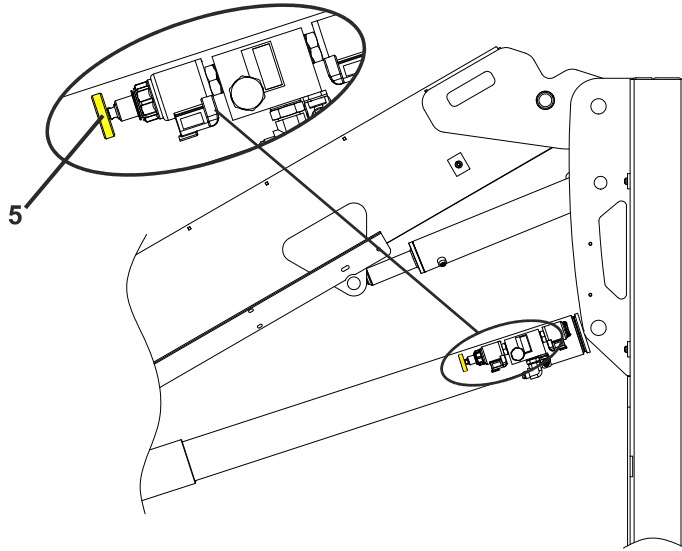

Bild 3-7. Handventil zum Senken des Auslegers
3. Wenn der Mast voll eingefahren ist, ziehen Sie die Aufhebetaste des manuellen **Absenkenventils**, und lassen (Siehe Bild 3-7). Sie die Taste los, wenn die Plattform auf die gewünschte Höhe abgesenkt ist.